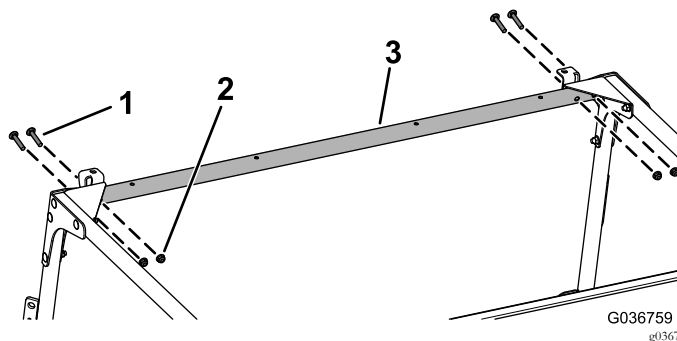

图30
9. 如图30所示用4个托架螺栓5/16 x 1¾ 英寸和4个凸缘螺母5/16 英寸将前交联松松地安装到前安装支架和角撑板上。